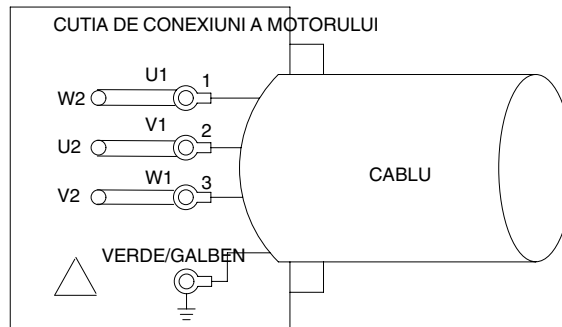

Figura 7 Diagrama cu cabluri a motorului ansamblului de acționare
1. A se vedea Figura 7. Demontați șuruburile (1) și șaibele (2) care fixează capacul motorului (3).